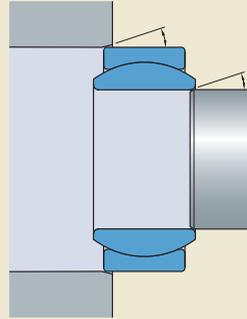

Bild 17
- Aussparungen in der Wellenschulter (→ Bild 17)